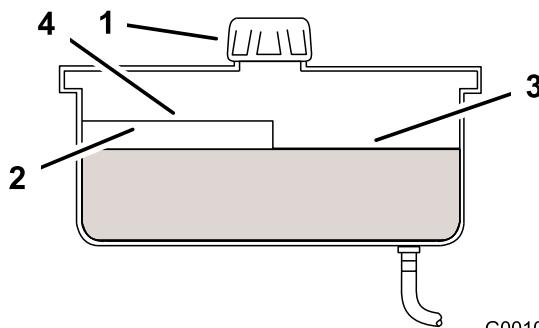

Figure 65
2. Nettoyez la surface autour du goulot de remplissage du réservoir hydraulique (Figure 65).
3. Enlevez le bouchon du goulot de remplissage et vérifiez si le réservoir contient du liquide (Figure 65).
Remarque: Lorsque lhuile est chaude, le niveau de liquide doit atteindre le haut du repère "à chaud" sur le déflecteur (Figure 65).